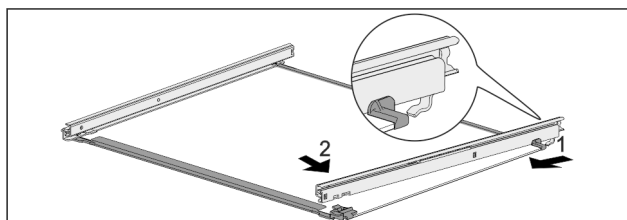

Fig. 187 Skleněná deska s kolejničkami
- ▶ Zahákněte kolejničku vzadu. Fig. 187 (1)
- ▶ Zaklapněte kolejničku vpředu. Fig. 187 (2)